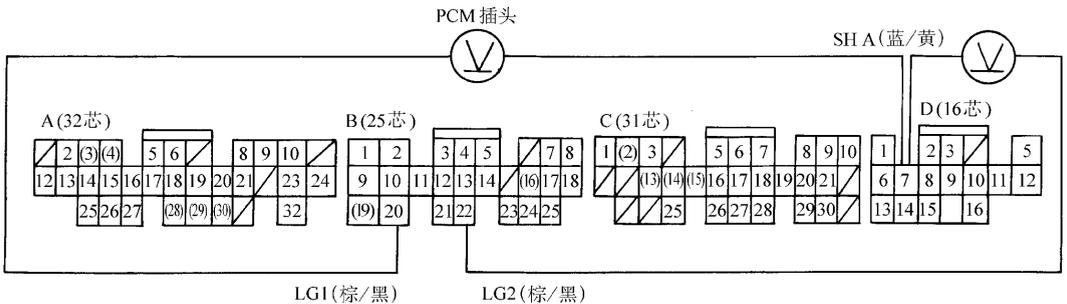

图 3-79 测量端子 D7 与 B20 或 B22 之间的电压
(4) 测量端子 D7 与 B20 或 B22 之间的电压 (图 3-79) (5) 是否有电压	否 进入第 2 步